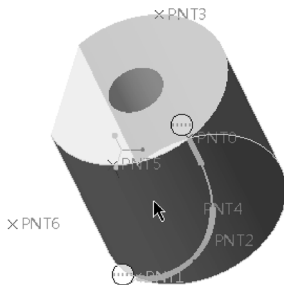

图 3-70 选择曲面
3) 在“曲线：通过点”选项卡中打开“放置”面板，选中“在表面上放置曲线”复选框，接着在图形窗口中选择图 3-70 所示的圆柱外曲面。